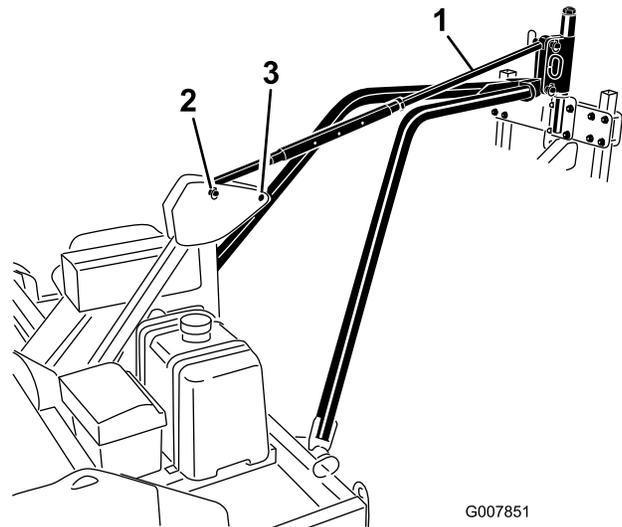

図 14
5. 牽引アームヒッチプレートの穴を、エアレータのヒッチピボットの下の穴に合わせる図 14。ヒッチ・ピンとリンチピンを使って、牽引アームのヒッチプレートを、エアレータのヒッチピボットに固定する。
7. ヒッチ・ピンとリンチピンを使って、ピッチコントロールリンクを、エアレータのヒッチピボットの上穴とフレームヒッチ・ピボットに固定する図 14。